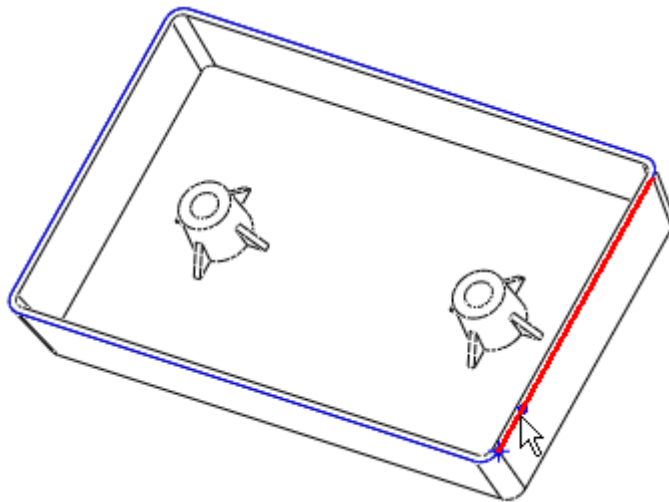

图 46-28
- (1) 单击菜单【插入】 【扫描】 【切口】命令，在弹出的【扫描轨迹】菜单中单击【选取轨迹】命令。
- (2) 如图 46-28 所示，选择箭头指示的壳体边线，单击【完成】命令。